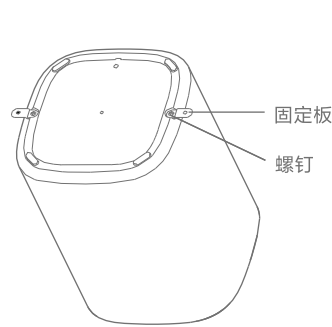

图4
- 4. 将固定板通过产品底部二侧的螺丝孔，固定在产品上(如图4)。